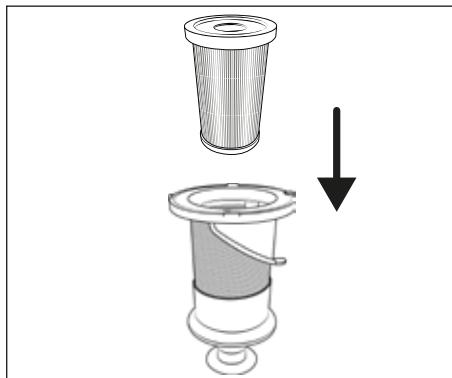

Fig. 22
- 7) Inserire il filtro HEPA ❼ nel filtro in acciaio inox ❻ (vedere fig. 22).